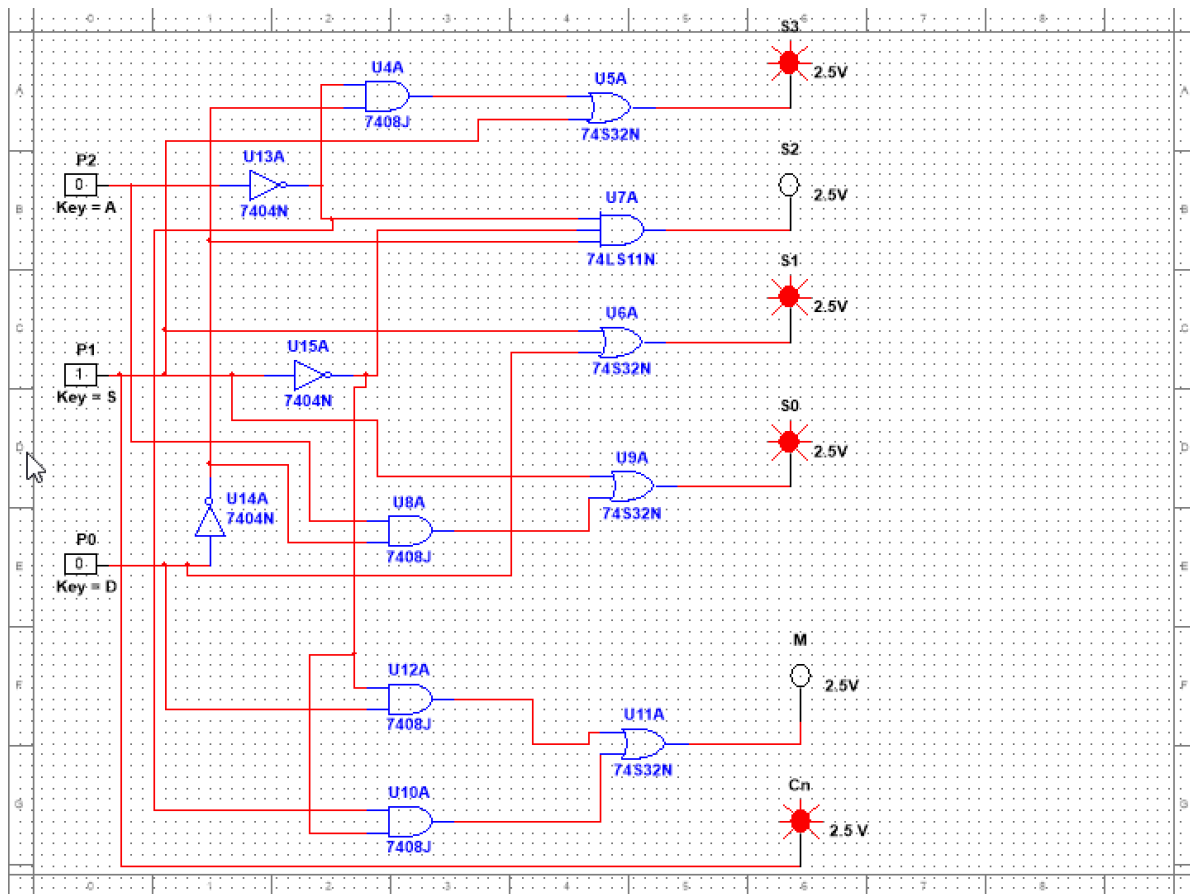

Figura 5. Prueba 3 del sistema de control
- **Prueba 3** (Figura 5):  $(P2, P1, P0) = (0, 1, 0) \rightarrow (S3, S2, S1, S0, M, Cn) = (1, 0, 1, 1, 0, 1)$